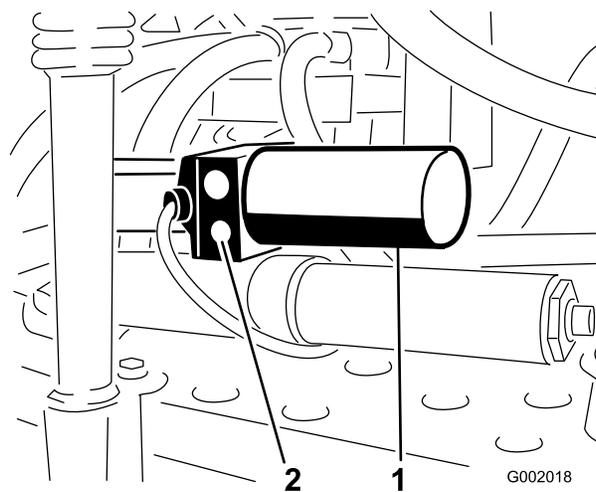

Figure 52
1. Trouvez l'emplacement du clapet de décharge manuel de l'actionneur sur chaque rampe. Le clapet de décharge manuel est la plus petite des valves et se trouve d'un seul côté du corps de l'actionneur (Figure 52).